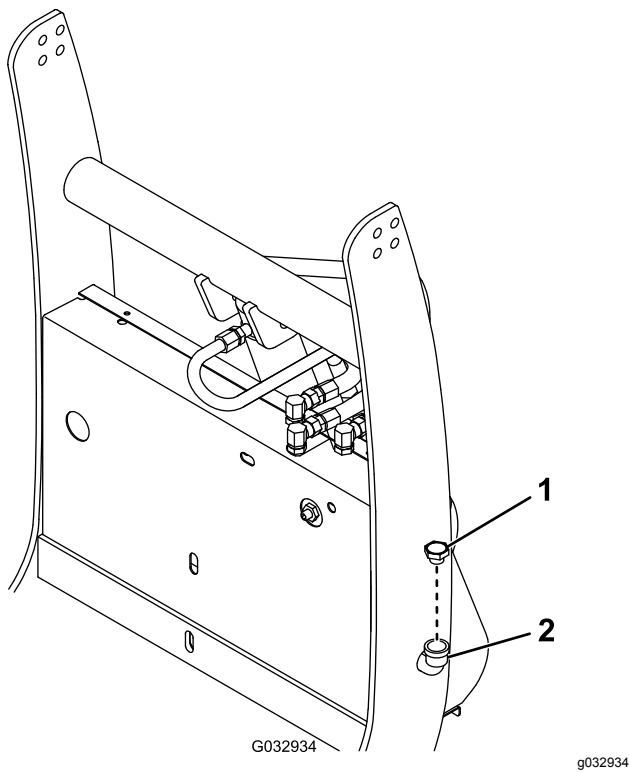

Figure 36
2. Nettoyez la surface autour du bouchon de remplissage (Figure 36).
3. Retirez le bouchon de remplissage du réservoir hydraulique (Figure 36).